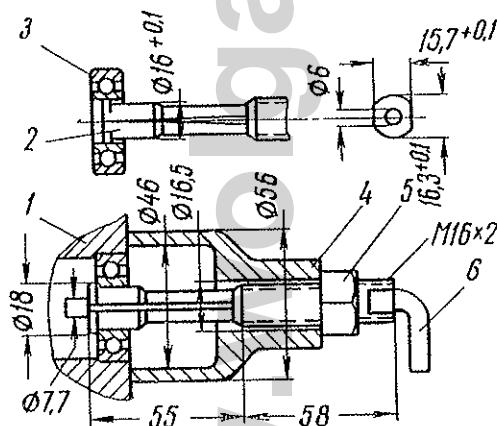
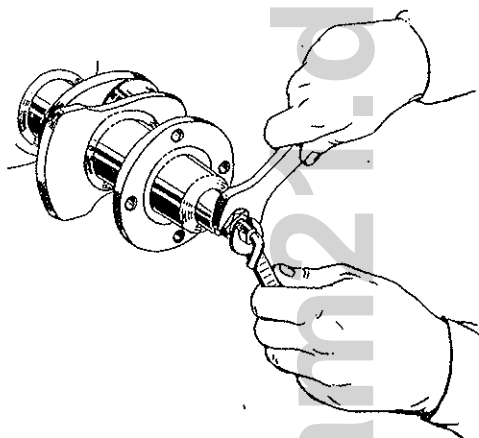

Bild 61 Auspreßvorrichtung für Lager der Getriebekupplungs-welle:
Bild 62 Herauspressen des Lagers aus Kur-belwelle
- mit einer Vorrichtung (Bild 61) die Lager der Getriebekupp-lungswelle aus der Kurbelwelle herauspressen (Bild 62).